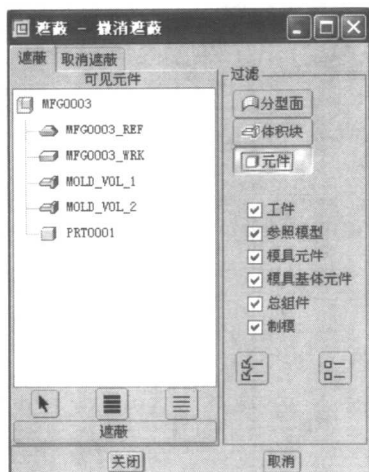

图 2.5 “遮蔽—取消遮蔽”对话框
需要强调的是,在窗口的右上角有一个按钮,单击这个按钮之后,会弹出“遮蔽—取消遮蔽”对话框,如图 2.5 所示。在设计模具的过程中,经常需要使用这个对话框,所以在此提前介绍这个对话框的功能。
- (1) 单击按钮,打开“遮蔽—取消遮蔽”对话框,如图 2.5 所示。
- (2) 设置适当的过滤方式,如分型面、体积块、元件。
- (3) 在“可见元件”内,选取要遮蔽的对象。如果需要直接从图形窗口或“模型树”选取对象,则单击“选取”按钮.
- (4) 在从图像窗口或“模型树”中选取对象之后,单击“选取”菜单中的“确定”按钮。
- (5) 在对话框中,单击“遮蔽”,即可遮蔽选中的对象。
- (6) 单击“关闭”按钮。关闭“遮蔽—取消遮蔽”对话框。